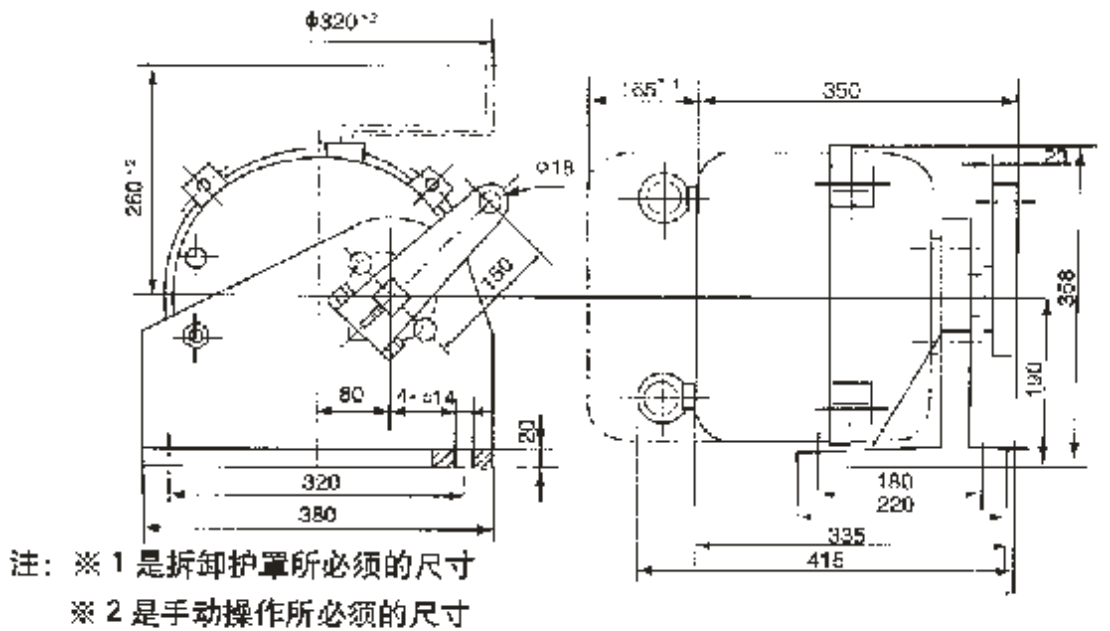
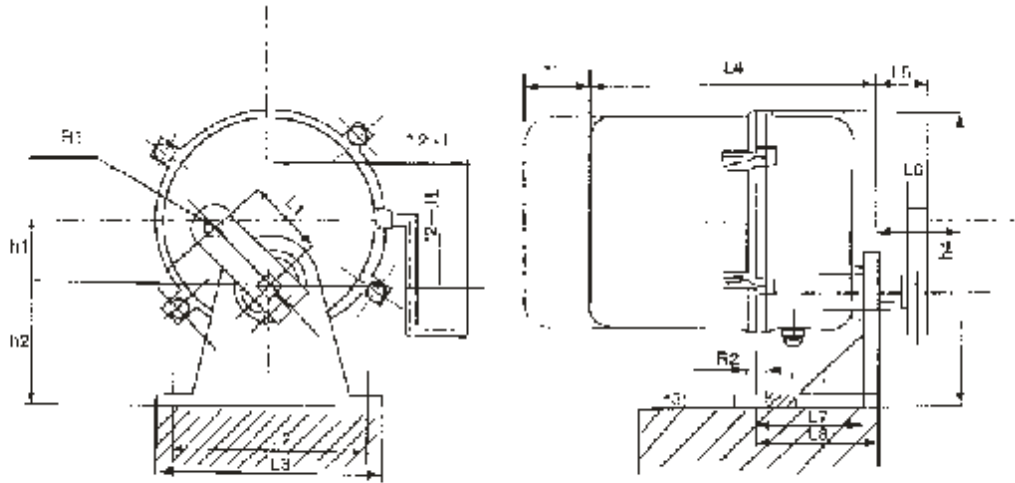

图16 381RSC型执行器安装尺寸
图15 38IRSA、38IRSB型执行器安装尺寸
8.2 底座安装曲柄联接方式尺寸图见图 15、图 16 及表 7